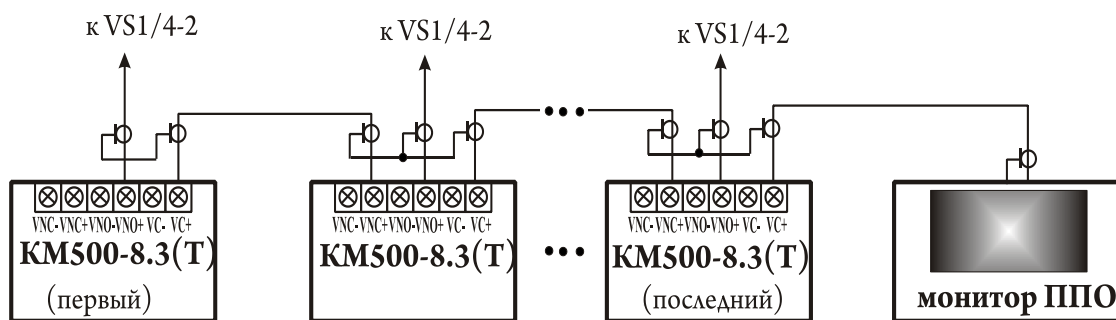
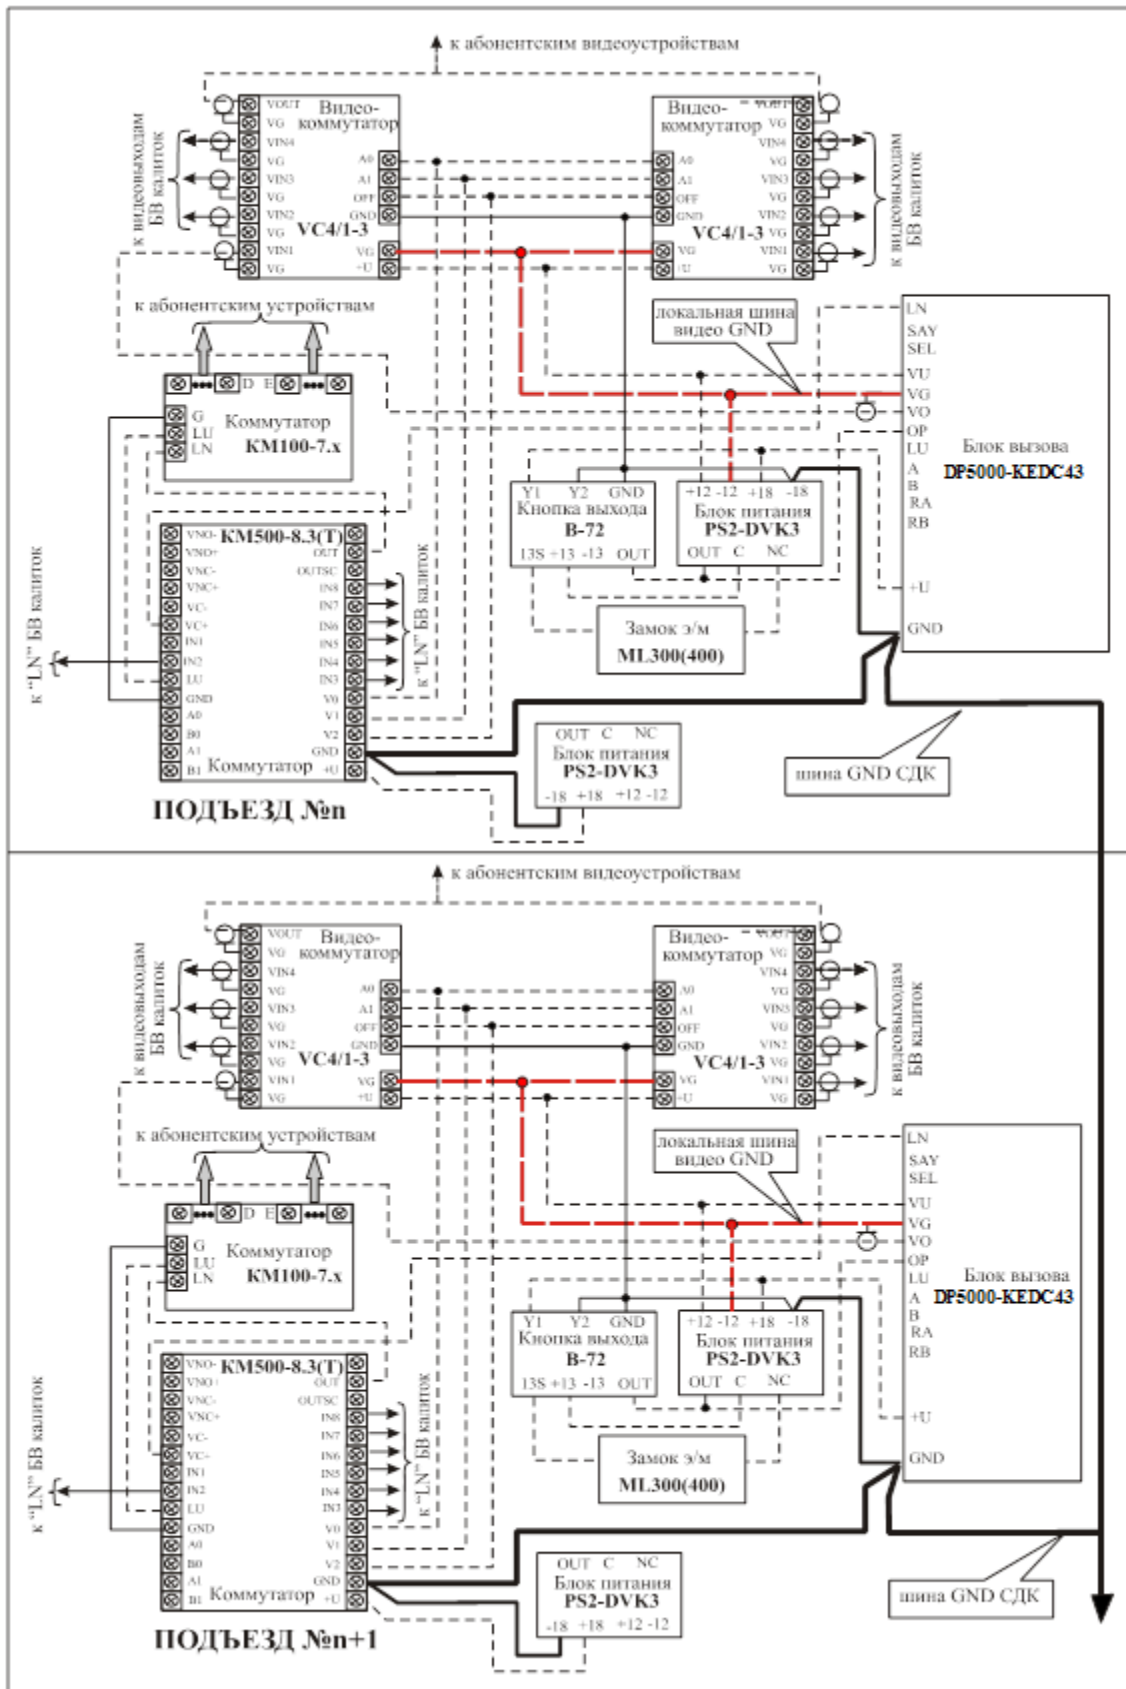

Рис.8 Схема подключения видеоканалов к монитору ППО на базе коаксиального кабеля. Монитор ППО – крайний в линии видеоканалов.
Рис.11 Пример организации шины GND СДК при наличии двух БП в подъезде.
**9.11** С помощью КМ организована подсистема передачи видео от видеокамер на монитор ППО. В видео подсистеме реализована возможность просмотра на мониторе ППО сигнала с видеокамеры любого БВ СДК. КМ обеспечивает организацию физической линии как на базе коаксиального провода (рис.8, 9), так и на основе витой пары (рис.10). Передача аналогового сигнала видеокамеры на монитор ППО по коаксиальному кабелю возможна в случае, если она располагается от ППО на незначительном (не более 200м) расстоянии. При значительных длинах физической линии канала передачи видео на ППО коаксиальный кабель имеет следующие недостатки:
**9.14** Построение и работа СДК требует создание сетевой шины GND, которая объединяет цепи сигнала «Общий» всех устройств СДК, кроме видео GND. Линия видео GND является локальной для каждой видеокамеры и её объединение с видео GND других камер производится посредством соединения оплётки коаксиальных кабелей видеоканалов (рис.8). На рис.11 показан принцип организации шины GND СДК на примере двух подъездов, в которых используется по одному БП на подъезд.
Возможен вариант, когда в подъездной схеме СДК используются два БП (рис.11). В этом случае требования к организации шины GND СДК с целью уменьшения (ослабления) наводок на шину GND СДК на уровне подъезда становятся проще, однако:
3. Остальные требования к соединению всех цепей «GND» подъезда определяются схемой, представленной на рис.11, удобством монтажа, спецификой топологии объекта и требованиями двух предыдущих пунктов.